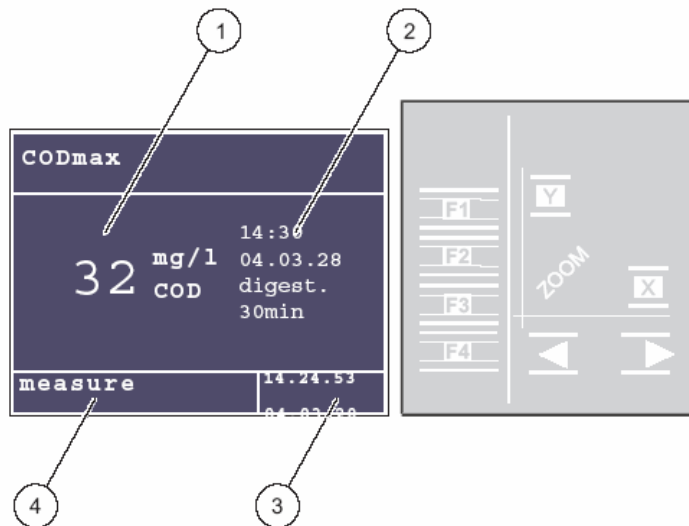

图 19 主显示屏
显示屏中间显示仪器最后一次测量得到测量值(图 19 的①); 后面是采样时的时间和日期。日期、时间和所用的消解时间(图 19 的图②)属于当前这次测量。在显示屏的左下面, 显示当前的状态(如图 19 的④所示), 当前的时间和日期在显示屏的右下方(如图 19 的③所示)。